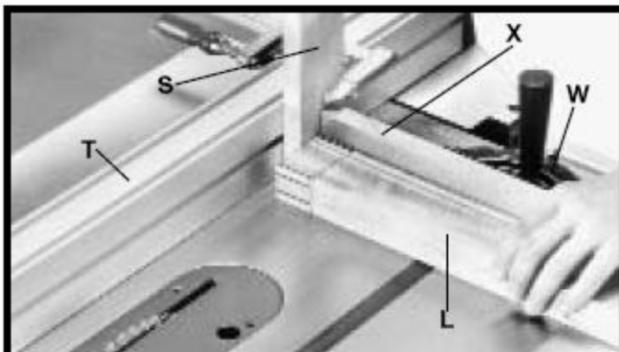
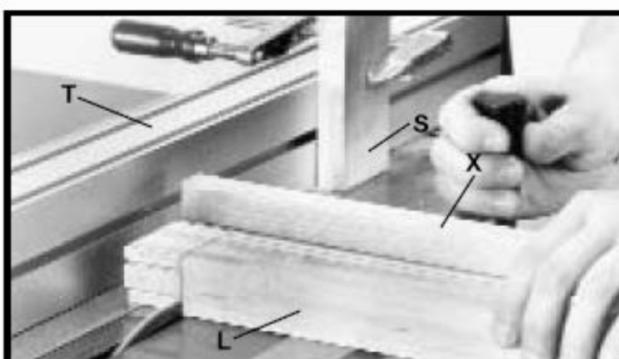

Рисунок 34
Рисунок 35
11. Прижмите деревянный брускок (S), Рис. 34, к лицевой стороне упора станка (T) и настройте его для вырезания конструктивных выступов шипа. **ПРИМЕЧАНИЕ:** учитывайте толщину пильного диска.
12. Используя угловой упор (W), Рис. 34, снабженный упорной линейкой (X), расположите заготовку (L) для вырезания конструктивных выступов, как показано на рисунке. Убедитесь, что заготовка (L) прижата к деревянному брускок (S) и упорной линейке (X).
14. Включите станок и вырежьте конструктивные выступы, медленно подавая угловой упор (W) к пильному диску, Рис. 34, до тех пор, пока пильный диск не выйдет с обратной стороны заготовки, как показано на Рис. 35.
15. Верните угловой упор (W) в положение, как на Рис. 34, и вырежьте второй конструктивный выступ точно таким же образом.